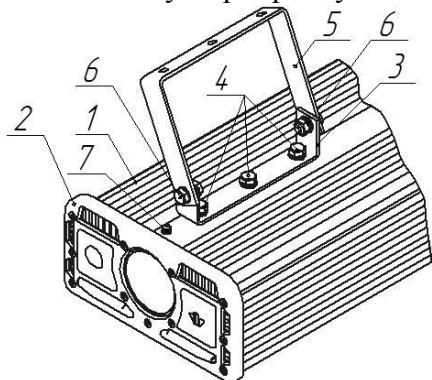

Рисунок 2 Установка светильника
2.1.1. Основное конструктивное исполнение светильника предусматривает установку на плоские поверхности с помощью специального крепления (рисунок 2 поз. 5).
2.2.1. Скобу малую (рисунок 2 поз. 3) притянуть к корпусу светильника болтами крепежными (рисунок 2 поз. 4).
2.2.2. На скобу малую установить согласно рисунок 2 скобу большую (рисунок 2 поз. 5) и закрепить с помощью болтов крепежных с гайкой (рисунок 2 поз. 6)
2.2.8. Подключите провод внешнего заземления к винту (рисунок 2 поз. 7), расположенному на корпусе светильника имеющему маркировку «».